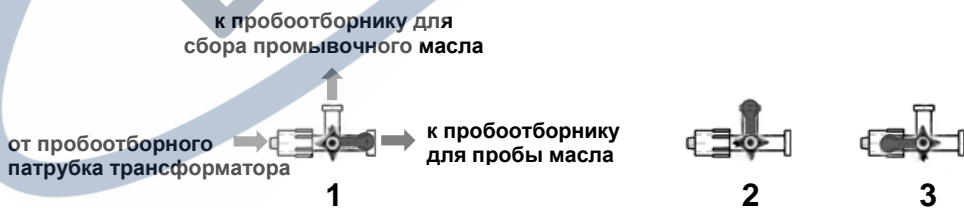

Рис. 3. Положения ручки трёхходового краника
8.5. Перед отбором пробы слейте в пробоотборник (7) небольшое количество масла для промывки и удаления загрязнений, которые могут находиться в пробоотборном патрубке (5). При этом промывается внутренний объем соединительной трубки (1). Для этого (См. рис. 3):
- переведите трёхходовой краник (2) в положение 1 (Рис. 3) – отбираемое масло будет направлено в пробоотборник (7);
- осторожно откройте пробоотборный вентиль (6);
8.6. Придерживая пробоотборник (8), переведите трёхходовой краник (2) в положение 2 (Рис. 3) – отбираемое масло будет направлено в пробоотборник (8).
- переведите трёхходовой краник (2) в положение 1 (Рис. 3) – масло будет направлено в пробоотборник (7);
- аккуратно скрутите переходник типа «П» (4) с пробоотборника (8);
- не надавливайте на гибкую оболочку пробоотборника (8) после отсоединения переходника типа «П» (4) с трёхходовым краником (2) – возможно расплёскивание масла.
- закрутите с достаточным усилием крышку пробоотборника (8);
- аккуратно выкрутите переходник типа «Т» (3) из пробоотборного вентиля (6);
- выждете, пока остатки масла сольются из пробоотборного вентиля (6) и соединительной трубки (1) в пробоотборник (7).
- переведите трёхходовой краник (2) в положение 3 (Рис. 3) – масло не будет поступать в пробоотборники (7) и (8);
- аккуратно скрутите переходник типа «П» (4) с пробоотборника (8), не надавливая на гибкую оболочку, и закрутите с достаточным усилием крышку пробоотборника (8);
- присоедините пустой пробоотборник через переходник типа «П» (4) к трёхходовому кранику (2);